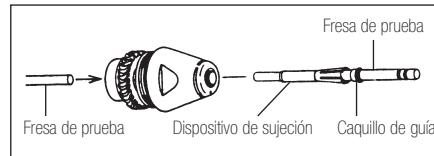

Fig.12
- 3) Si la tuerca de roto está suelta: presione hacia afuera el dispositivo de fijación con cuidado con una fresa de prueba o el vástago de la fresa de la parte posterior del cartucho, y el casquillo de guía y el dispositivo de fijación saldrán. (Fig.12)